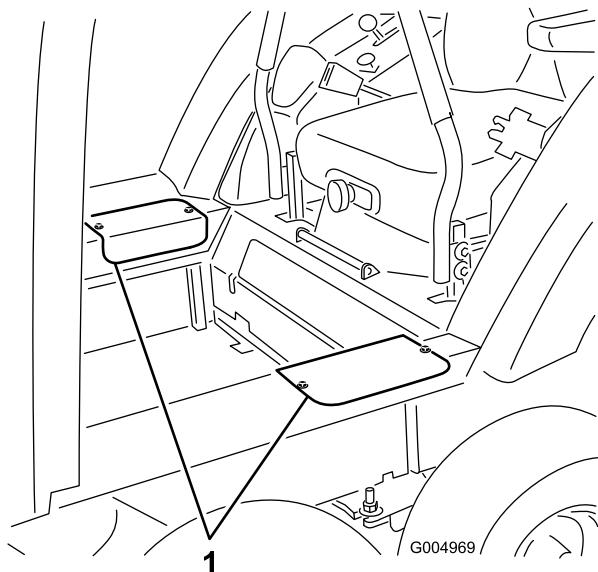

Figura 74
- Retire los 2 tornillos que sujetan cada tapa de acceso lateral, y retire las tapas (Figura 74).